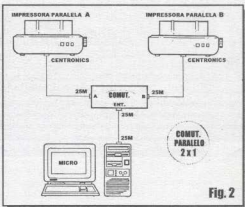
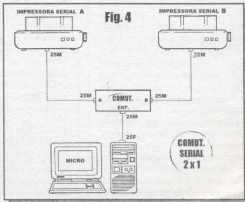

Fig. 2
Fig. 4
- FIG. 2 - DUAS IMPRESSORAS PARALELAS E UM SÓ MICRO - Outra circunstância bastante comum, com o diagrama de ligações muito claro na figura... Serão necessários um comutador paralelo 1x2, dois cabos PADRÃO CENTRONICS (25M-CENTRONICS) e um cabo MULTIDADOS (25M-25M). Dependendo do chaveamento feito na caixa comutadora, o micro poderá trabalhar ou com a impressora A ou com a impressora B...
- FIG. 4 - DUAS IMPRESSORAS TIPO SERIAL, E UM SÓ MICRO - Semelhante, em organização geral, ao arranjo mostrado na FIG. 2, porém com comutadora e cabos diferentes. O material necessário é: um comutador serial 1x2, dois cabos SERIAL (25M-25M) e um cabo SERIAL (25M-25F)... O micro poderá trabalhar opcionalmente com a impressora A ou com a impressora B, dependendo da posição da chave na caixa de comutação...